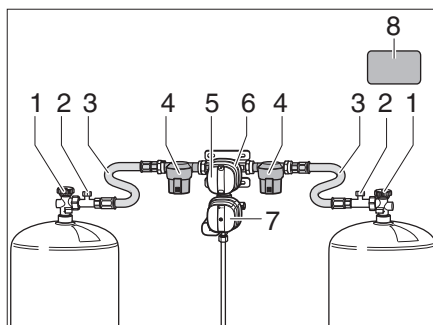
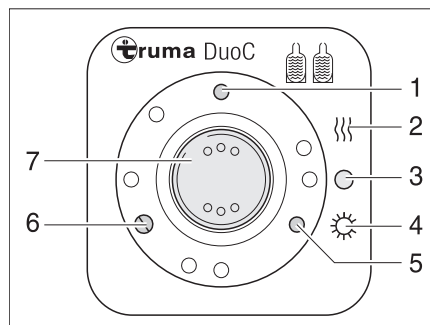
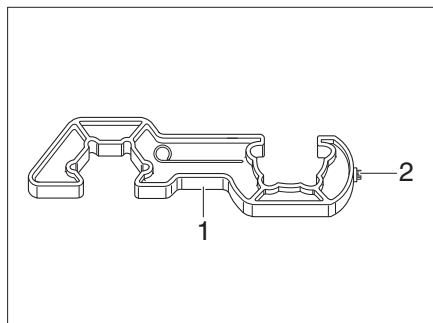
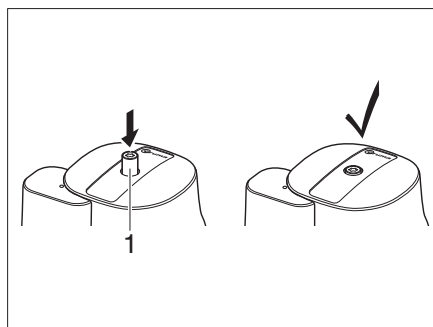

Bild 85 DuoControl-omkopplingsenhet
Bild 86 Kontrollenhet
Bild 88 Skruvhjälp
Bild 89 Crash-sensor
DuoControl-omkopplingsenheten består av en omkopplingsventil (Bild 85,6) och kontrollenheten (Bild 86). Omkopplingsventilen är monterad mellan högtrycksslangarna (Bild 85, 3). Med vredet (Bild 85, 5) på omkopplingsventilen kan man ställa in vilken gasflaska som ska användas som driftflaska och vilken som ska användas som reservflaska.
Omkopplingsventilen (Bild 85, 6) är utrustad med avfrostningsanläggningen EisEx för regulatorer. På detta sätt undviks störningar på gasanläggningen under vintern.
Före omkopplingsventilen finns på båda sidor ett gasfilter (Bild 85, 4) som skyddar gasanläggningen mot oljeläckage och föroreningar.
På kontrollenheten (Bild 86) kan endast de elektriska funktionerna styras.. Gasflaskornas huvudavstängningsventiler (Bild 85, 1) måste öppnas för hand.
Omkopplingsventilen sørjer för ett konstant gstryck, oberoende av vilken gasflaska som används. De båda kontrollamporna på kontrollenheten indikerar driftflaskans tillstånd. När den gröna kontrollampan (Bild 86, 6) lyser är driftflaskan full. När den röda kontrollampan (Bild 86, 5) lyser är driftflaskan tom. Gasen matas sedan via reservflaskan.
- Öppna huvudavstängningsventilerna (Bild 85,1) på gasflaskorna.
- Välj vilken gasflaska som ska prioriteras (driftflaska) med vredet (Bild 85, 5) på omkopplingsventilen (Bild 85, 6).
- Ställ vippkontakten (Bild 86, 7) på "O" (Bild 86, 3). Den gula kontrollampan (Bild 86, 1) slocknar.
- Stäng huvudavstängningsventilerna (Bild 85, 1) på gasflaskorna.
Kontrolllamporna på kontrollenheten (Bild 86, 5 och 6) signalerar inne i fordonet om driftflaskan är driftklar.
När den gröna kontrollampan (Bild 86, 6) slocknar under drift och den röda kontrollampan (Bild 86, 5) tänds är gasflaskan, som är vald som driftflaska, tom och måste bytas. Gasförbrukarna försörjs med gas från reservflaskan.
- ▶ Använd den medföljande skruvhjälpen (Bild 88, 1) när högtrycksslängarna ska skruvas på och av. Den säkerställer det nödvändiga åtdragningsmomentet och förhindrar skador på skruvkopplingen på grund av felaktiga verktyg.
- Stäng huvudavstängningsventilen (Bild 85, 1) på den tomma gasflaskan.
- Skruva av högtrycksslängen (Bild 85, 3) från gasflaskan med skruvhjälpen (Bild 88).
- Anslut den fulla gasflaskan till högtrycksslängen (Bild 85, 3).
- Öppna huvudavstängningsventilen på gasflaskan (Bild 85, 1).
- Vrid vredet (Bild 85, 5) på omkopplingsventilen (Bild 85, 6) ett halvt varv för att ställa in att den precis bytta gasflaskan fungerar som reservflaska.
- Tryck på knappen (Bild 85,2) för slangbrottsäkringen på högtrycksslängen för att aktivera den.
- Tryck ev. på återställningsknappen (Bild 89, 1) på crash-sensorn.
- ▶ Beakta säkerhetsetiketten (Bild 85, 8) i gasbehållaren.
- Använd Torx T20 (Bild 88,2) för att trycka in avsäkringsknappen (Bild 89,1) på skruvhjälpen, vrid knappen lätt medurs och håll kvar under 5 sekunder. Crash-sensorn är driftklar när avsäkringsknappen (Bild 89,1) stannar i det nedsänkta läget.
- Tryck kraftigt på den gröna knappen (Bild 85, 2) på högtrycksslangen (Bild 85, 3) när gasflaskan bytts.